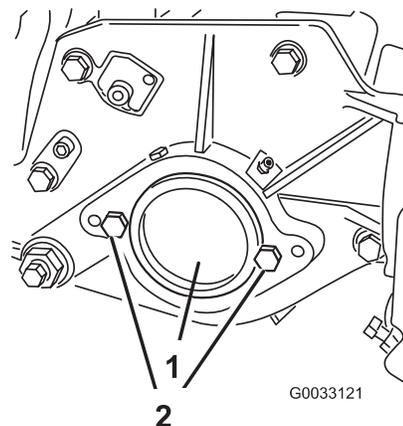

Bild 6
2. Nehmen Sie rechts am Mähwerk den Plastikstöpsel vom Lagergehäuse ab (Bild 6).
3. Nehmen Sie die zwei Kopfschrauben von der rechten Seitenplatte ab (Bild 6).
2. Kopfschraube (2)
5. Schrauben Sie die zwei Befestigungsschrauben für den Spindelmotor lose an der linken Seitenplatte des Mähwerks fest (Bild 6).